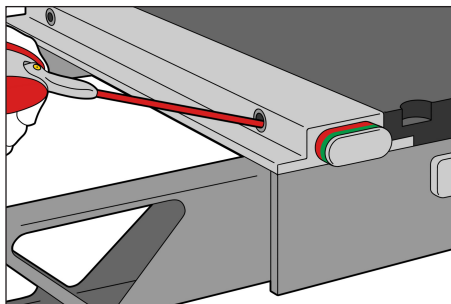

Abb. 4
4. Sprühen Sie Schmiermittel in die Aufnahmebohrungen. (Abb. 4).
6. Sprühen Sie nochmals Schmiermittel in die Aufnahmebohrungen. (Abb. 4).